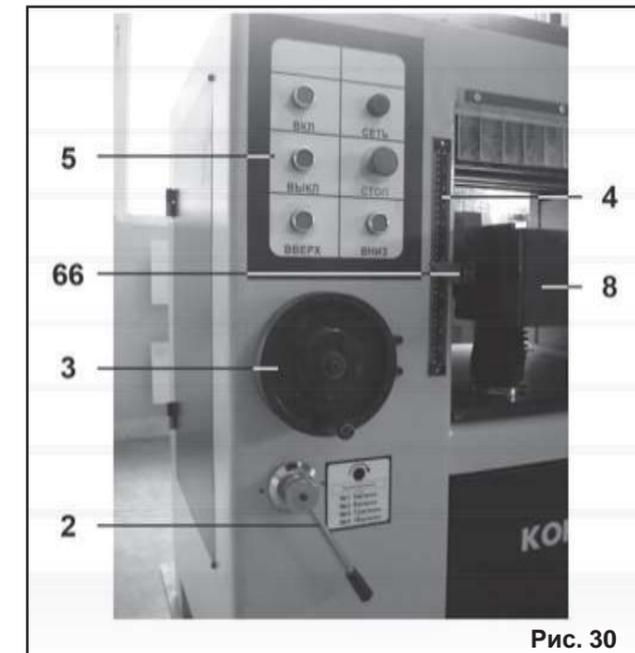

Рис. 30
## 11. СТРОГАНИЕ (Рис. 30)
11.4. Настройка рабочего стола (8) на толщину обрабатываемого изделия осуществляется с помощью электродвигателя. Точная поднастройка производится с помощью маховика с рукояткой (3). Нажатием и удерживанием кнопки «ВВЕРХ» или «ВНИЗ» на блоке управления (5) (Рис. 30) установите высоту рабочего стола (8) в положение, соответствующее максимально толстому (широкому) участку заготовки по шкале (4) и указателю (66). После чего поднимите стол (8) на высоту, равную предполагаемой глубине строгания 1-5 мм.